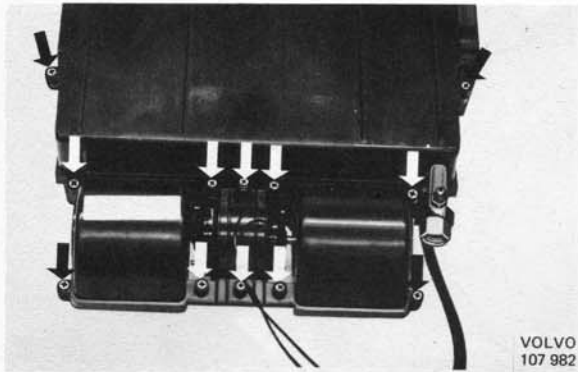

Abb. 34 Ausbau des Klimatorgehäuseoberteils
3. Klimatorgehäuseoberteil (Abb. 34) ausbauen und den Kältemittelverdampfer einschl. Thermostaten aus dem Gehäuse herausheben.